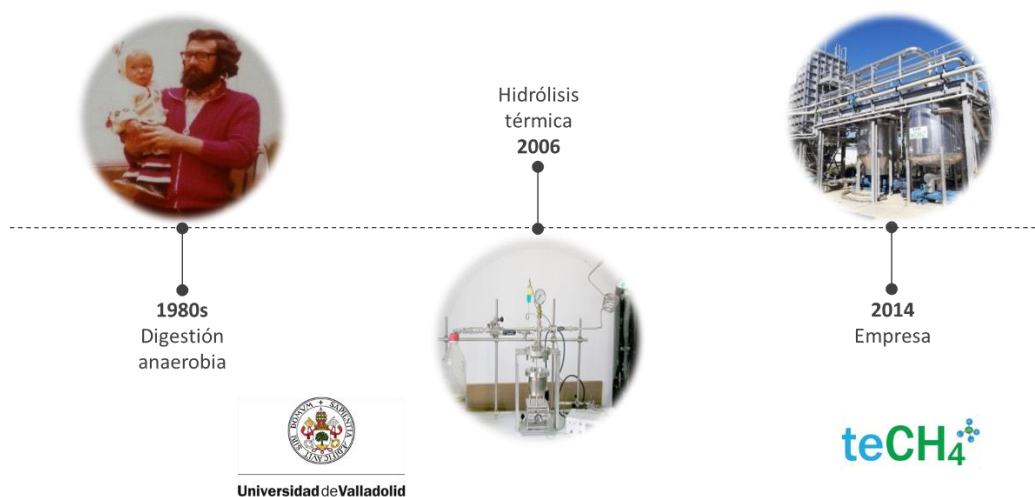

Figura 1. Polanco y la hidrólisis térmica.
En este contexto, esta ponencia se centra en la actividad del profesor Polanco en el campo de la tecnología de hidrólisis térmica (HT) y tiene dos partes bien diferenciadas: el desarrollo de la tecnología en el ámbito de la Universidad de Valladolid y su implantación comercial posterior a través de la empresa que co-fundó (teCH4+). La Figura 1 muestra el desarrollo cronológico de la tecnología HT.